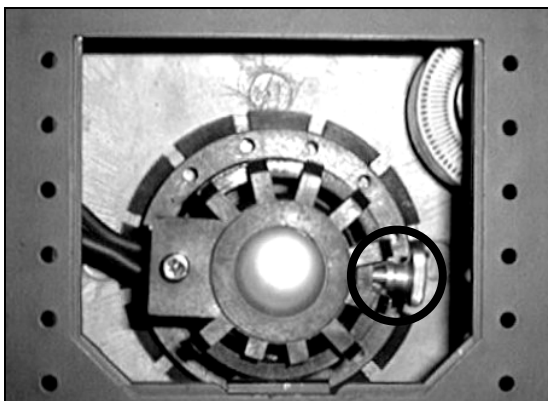

Abb. 45: Lampenhalter. Kreis: Rändelschraube.
- Rändelschraube des Lampenhalters lösen und Lampenhalterung herausziehen (Abb. 45).